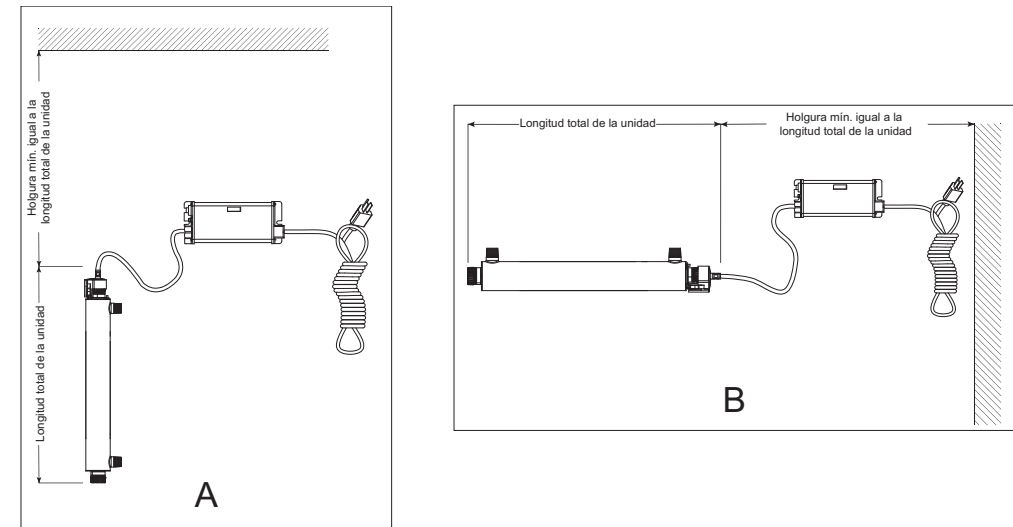

Figura 3 Instalación del sistema de desinfección: vertical y horizontal
2. Seleccione una ubicación adecuada para el sistema de desinfección y sus componentes relacionados. Como se recomienda instalar un GFCI, asegúrese de que esto se tiene en cuenta antes de cualquier instalación. El sistema se puede instalar en posición vertical (con el puerto de entrada abajo) como se indica en Figura 3 A o en posición horizontal, como se indica en Figura 3 B. Pero el método de preferencia es el de la instalación vertical. Cuando seleccione una ubicación de montaje, deje suficiente espacio para que se pueda extraer la lámpara UV o la vaina tubular de cuarzo (normalmente se debe dejar un espacio del tamaño de la cámara UV).